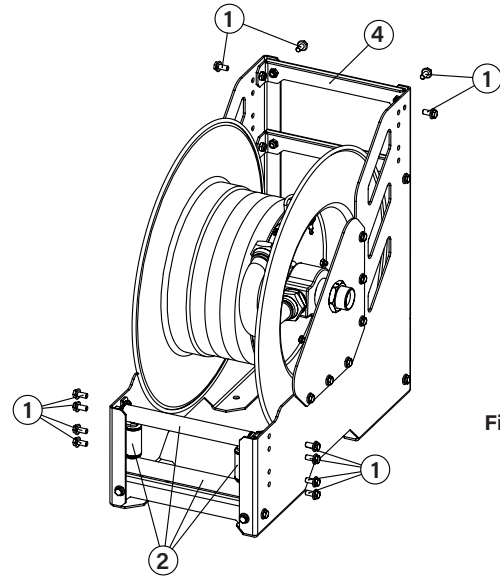

Fig. 1
3. Desmonte los tornillos (1) y extraiga los rodillos de salida de manguera (2) y desmonte el travesaño (4) (Fig. 1).